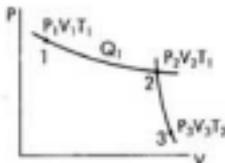

Fig. 13
*Expansión adiabática desde el estado 2 al estado 3 (fig. 13)*